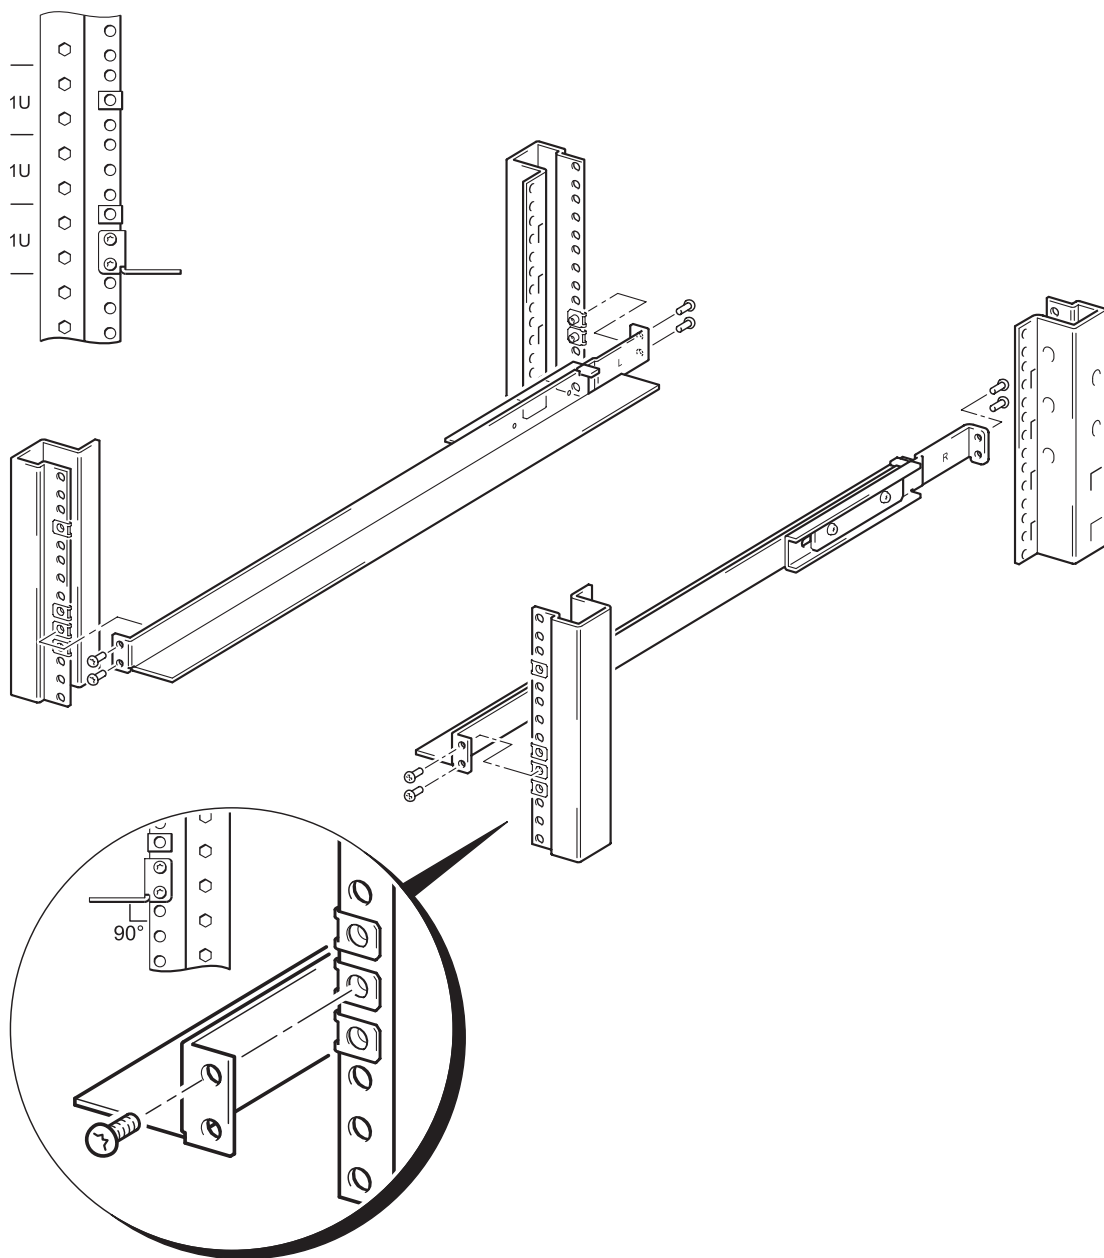

図 3a: サポート・レールの取付け（丸穴付きラック）
- 1 図 3a を参照してください。サポート・レールの後端が後部支柱に重なり、サポート・レール後端の 2 個の穴が 2 個のクリップ・ナットに合う位置にサポート・レールを合わせます。この作業は 2 人で行うと容易です。